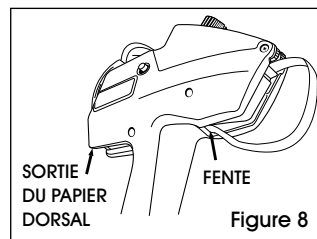

Figure 8
7. Pressez et maintenez la détente enfoncée tout en alimentant la bande d'étiquettes dans la fente en dessous de la flèche, jusqu'à ce qu'elle s'arrête ou atteigne l'arrière. (Voir figure 8)